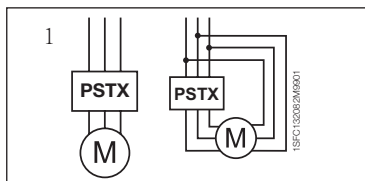

图 1：外接、内接
2. 连接主电路：将端子 1L1 - 3L2 - 5L3 连接至线路，并将端子 2T1 - 4T2 - 6T3 连接至电动机。使用 PSTX30...105 的线路连接（参见图形 7 中的图 ①）和 PSTX142...1250 的端子连接（图形 7 中的图 ②）。PSTX 软起动器可“外接”和“内接”，参见图 1。